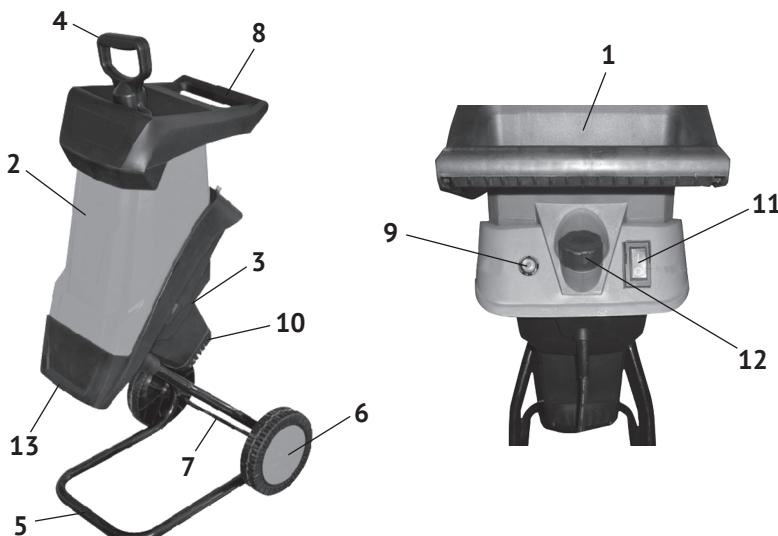

рис.1
1.2 Коллекторный электродвигатель установлен в пластиковом корпусе (рис.1 поз.3). С ведущего шкива вала двигателя ремённой передачей вращение передаётся на шкив ведомый, соосный с двигателем. На выходном шкиве закреплены: с одной стороны, дисбалансер, с другой стороны - поворотный диск с двумя ножами, закреплённый прижимным фланцем и винтом. Основной рабочий инструмент измельчителя – ножи, измельчают подаваемый в загрузочную воронку материал. Крыльчатка двигателя создаёт поток воздуха, который перемещает измельчённые отходы в выходное отверстие.
4.1 Общий вид представлен на рис.1
Электродвигатель, ремённая передача, поворотный диск с ножами закреплены в пластиковом корпусе (рис.1 поз.3), состоящем из двух частей. На внутреннем корпусе крепится загрузочная воронка (рис.1 поз.2), которая при открученном винте крепления (рис.1 поз.12), откидывается назад и обеспечивает доступ к поворотному диску с ножами. Основание (рис.1 поз.5) с колёсами (рис.1 поз.6) является опорой измельчителя при работе. Используя ручку (рис.1 поз.8) загрузочной воронки и колёса, инструмент легко перемещается к месту работы. Для очистки, равномерного распределения подаваемого материала в комплект поставки входит толкател (рис.1 поз.4) удобной формы. Включение/отключение измельчителя осуществляется выключателем (рис.1 поз.11) Выключатель имеет два фиксированных положения; «1» - включено и «0» - выключено. Инструмент комплектуется автоматическим выключателем (рис.1 поз.9), срабатывающим при перегрузке двигателя.
- перевести выключатель (рис.1 поз.11) в положение «I» - включено и дождитесь пока поворотный диск с ножами не наберёт максимальные обороты;
Двигатель измельчителя защищён от перегрузки автоматическим выключателем (рис.1 поз.9). При срабатывании автоматического выключателя:
- подключите измельчитель к сети и произведите повторный пуск выключателем (рис.1 поз.11).
- открутив 4-е винта снять крышку двигателя (рис.1 поз.10);